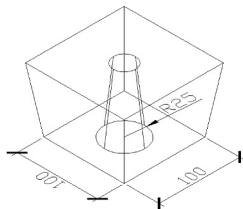

图 6.78 拉伸实体
- (1) 绘制图 6.78 所示图形。
- (2) 将图中的矩形和圆变成面域。